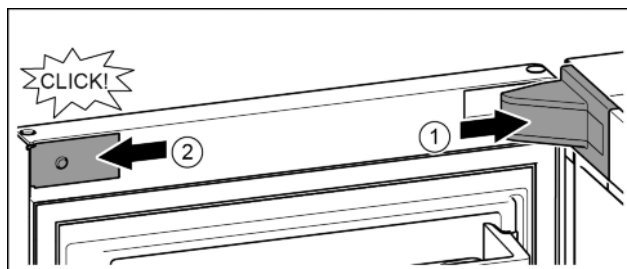

Fig. 25
- Poser et enclencher le cache du support de palier, l'introduire en appuyant délicatement. *Fig. 25 (1)*
- Mettre en place le cache latéralement et l'enclencher. *Fig. 25 (2)*